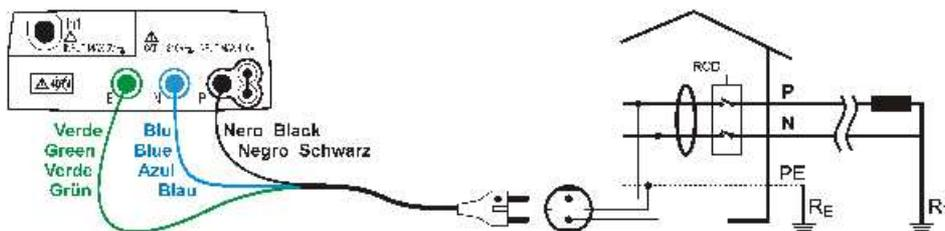

Abb. 20: Geräteanschluss zur einphasigen Messung des 230 V P-PE Schleifenwiderstandes mittels 3 Leiter Schukokabel
4. Führen Sie den grünen, blauen und schwarzen Steckverbinder des dreipoligen Schukokabels in die entsprechenden Eingangsbuchsen E, N und P des Messgerätes ein. Alternativ dazu können Sie Einzelkabel verwenden und die entsprechenden Krokodilklemmen an die freien Kabelenden ankleben. Sie können auch den Tastkopf benutzen, indem Sie dessen mehrpoligen Steckverbinder in die Eingangsbuchse P einführen. Verbinden Sie den Schukostecker, die Krokodilklemmen oder den Tastkopf mit dem elektrischen Stromnetz entsprechend Abb. 20, Abb. 21, Abb. 22 und Abb. 23.